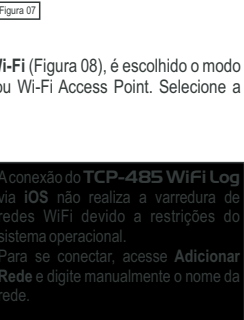

Figura 07
**Passo 2:** Tela de **Configuração de Endereços** (Figura 07) é utilizada para configurar o datalogger. Ajuste o intervalo de amostragem do datalogger entre 15 e 60000 segundos (padrão 60 segundos) e a escolha dos endereços dos instrumentos para salvar no datalogger. Os endereços de 1 a 247 são habilitados ao selecionar a sua respectiva caixa de seleção. A quantidade máxima suportada é de 32 instrumentos. A figura exhibe apenas os endereços de 1 a 4. Para os demais, deslize a tela para baixo.